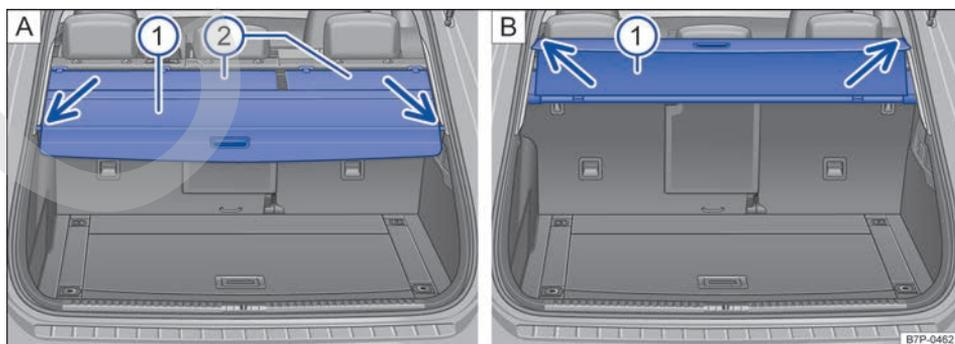
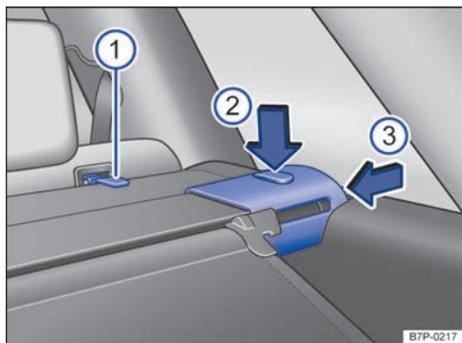

Fig. 199 En el maletero: cubierta del maletero **A** cerrada y **B** en posición de confort.
Fig. 200 En el maletero: desmontar la cubierta del maletero.
- Tire de la cubierta → **fig. 199** ① un poco hacia atrás utilizando el tirador.
- Desenganche la cubierta de los soportes laterales → **fig. 199** A (flechas) hacia abajo y guíela con la mano hacia delante.
- Tire de la cubierta enrollada → **fig. 199** ① uniformemente hacia atrás.
- Enganche la cubierta en los soportes laterales izquierdo y derecho → **fig. 199** (flechas).
La cubierta del maletero se puede colocar en una posición más elevada para facilitar la carga → **fig. 199** B.
- Dado el caso, desenganche el cubrejunta → **fig. 199** A ② de las argollas de sujeción ① de los respaldos del asiento trasero.
- Presione la tecla de desbloqueo → **fig. 200** ② hacia abajo, en el sentido de la flecha, y comprima la cubierta ③ en el sentido de la flecha.
- Coloque la cubierta del maletero → **fig. 199** ① primero en el alojamiento izquierdo.
- Presione la tecla de desbloqueo → **fig. 200** ② hacia abajo y comprima la cubierta ③.
- Dado el caso, enganche de nuevo el cubrejunta → **fig. 199** A ② en las argollas de sujeción → **fig. 200** ① de los respaldos del asiento trasero.